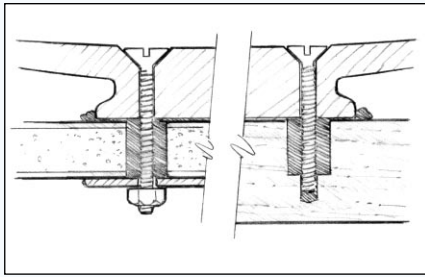

Figura 18 Apriete las fijaciones hasta que una pequeña cantidad de epoxi rezume de la unión.
5. Coloque el accesorio en su posición. Inserte y apriete las fijaciones hasta que una pequeña cantidad de la mezcla rezume de la unión (*Figura 18*).